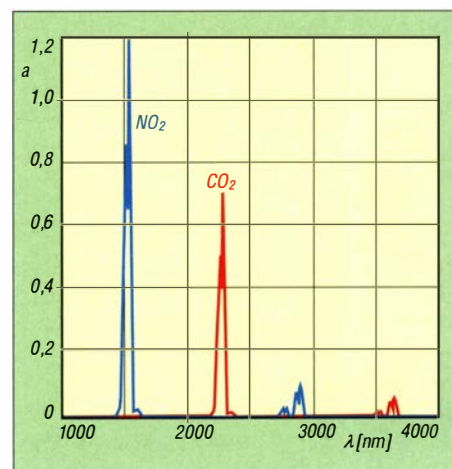

Bild 3: Frequenzabhängige Absorption *a* durch Kohlenstoffdioxid CO₂ und zum Vergleich durch Stickstoffdioxid NO₂
Jedes Gas absorbiert und emittiert elektromagnetische Wellen im Bereich des sichtbaren Lichts und im Infrarot (IR). Die Wellenlänge ist vom Aufbau und der Bewegung der Gasmoleküle abhängig. In Bild 3 ist das